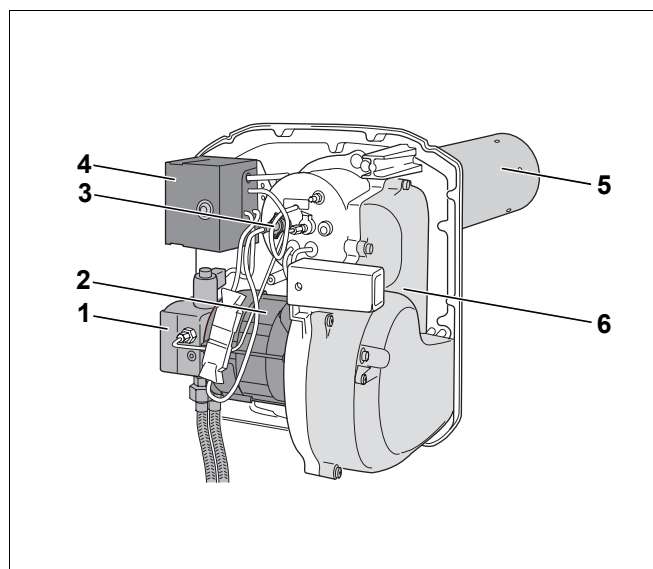

Abb. 1 Brenner
- Brennerrohr (Abb. 1, **Pos. 5**)
- Ölpumpe mit Magnetventil und Ölanschlussschläuchen (Abb. 1, **Pos. 1**)
- Brennergehäuse (Abb. 1, **Pos. 6**)
- Brennermotor (Abb. 1, **Pos. 2**)
- Ölfeuerungsautomat mit Entstörtaster (Abb. 1, **Pos. 4**)
- Flammenfühler (Abb. 1, **Pos. 3**)